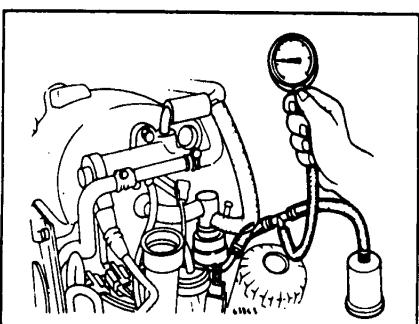

Рис. 10 Проверка давления топлива
- Установите манометр между топливным фильтром и топливной шиной (рис. 10).